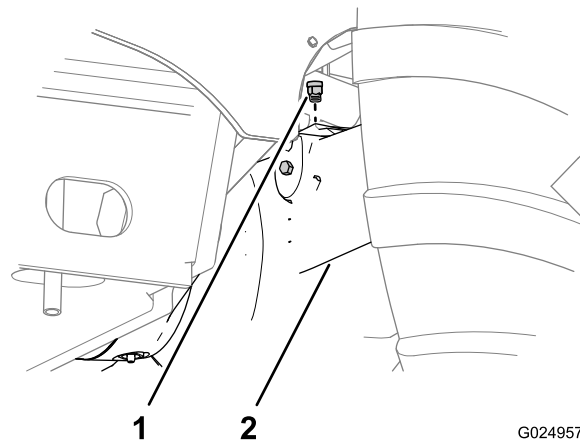
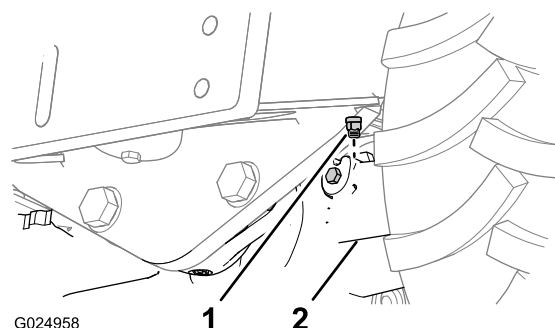

Bild 97
Bild 98
1. Reinigen Sie den Bereich um die Entlüfter mit einem Reinigungsmittel (Bild 97 und Bild 98).
2. Entfernen Sie die Entlüfter von der Vorder- und den Hinterachsen (Bild 97 und Bild 98).
5. Bringen Sie die Entlüfter an der Vorder- und den Hinterachsen an (Bild 97 und Bild 98).